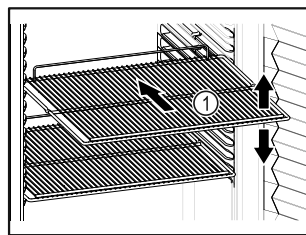

Fig. 31
- Pokud jsou odstavné rošty Fig. 31 (1) přemístitelné, přizpůsobte je vždy na danou výšku.